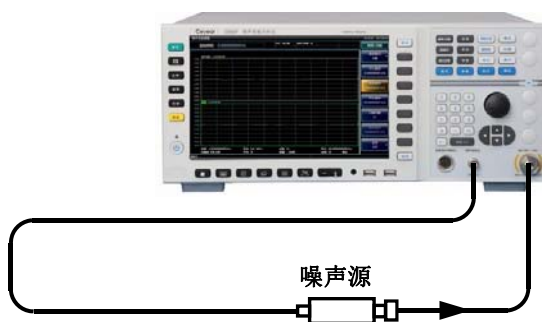

图 3.42 校准连接图
- 步骤11.** 如图3.42所示进行校准连接，按【校准】键，连续按两次[校准]菜单键开始进行校准。